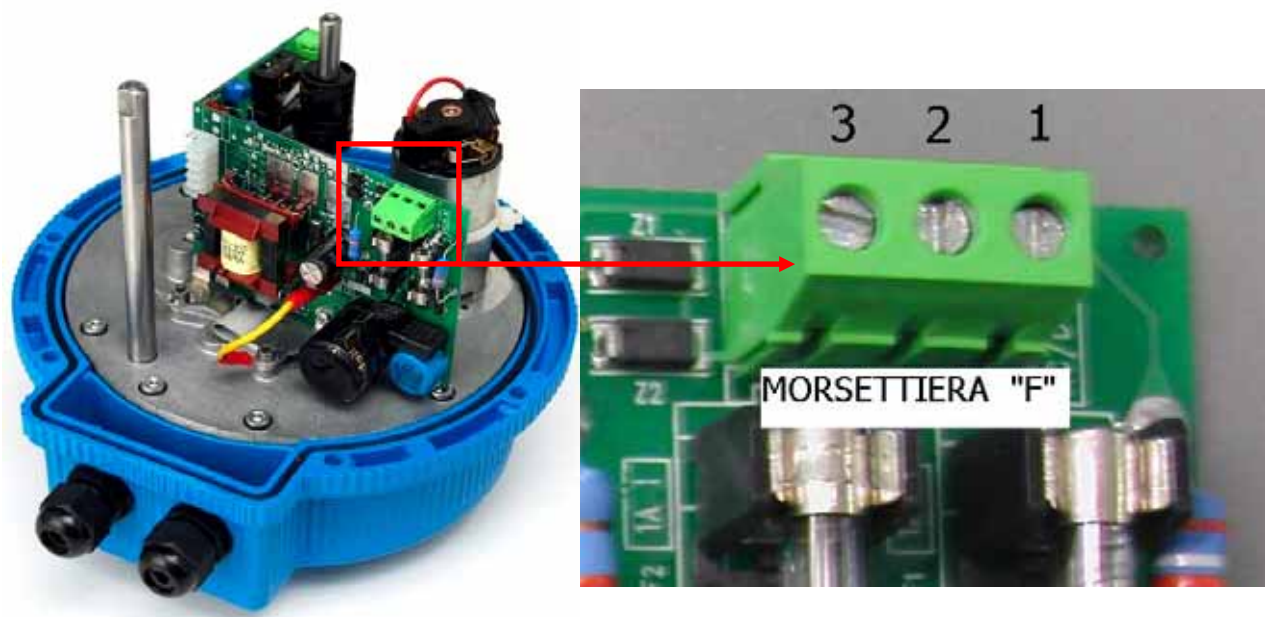

Рис.3 Схема питания на 100-240V пост./перем. ток и деталь клеммной панели “F”
4.3 Электрическое соединение для моделей, запитываемых на 100-240V пост. ток 50/60Гц” (рис. 3)